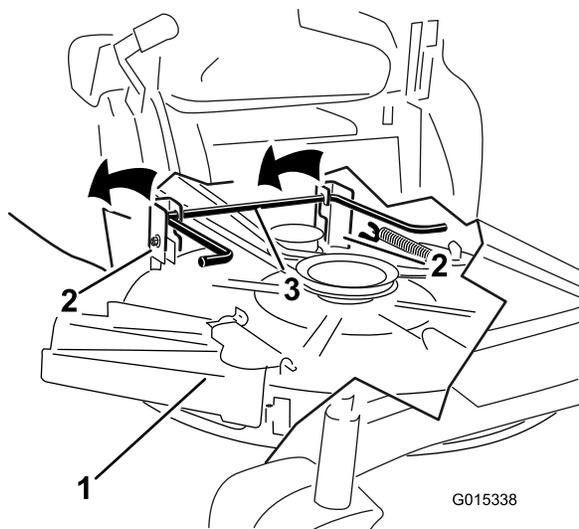

Figure 53
5. En vous aidant des poignées, soulevez le tablier de coupe et les supports pour les dégager de la tige de levage arrière et abaissez le tablier au sol avec précaution (Figure 53).
5. Soulevez l'arrière du tablier de coupe et guidez les supports sur la tige de levage arrière (Figure 53).